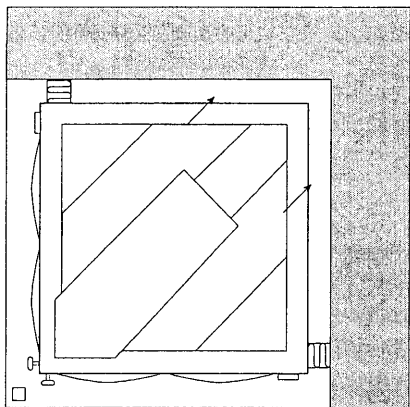

Fig 1A
2. Lyft in kassetten i spisen och skjut in den i hörnet. Placera en remsa isolering på höger och vänster sida (se fig. 1A) innan spisen skjuts in den sista biten. Remsan skall inte vara tjockare än att den trycks ihop helt när kassetten skjuts in i hörnet.